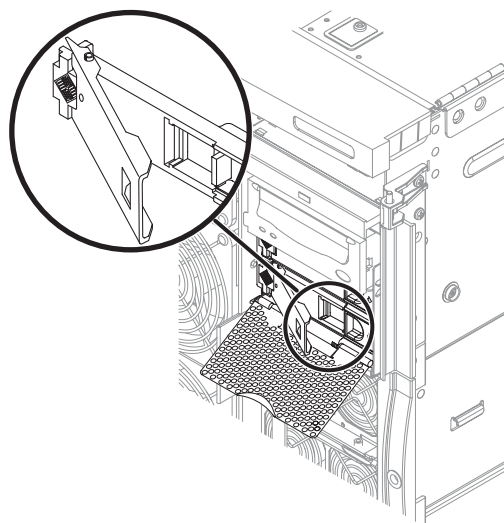

図 6-3 ハードディスクドライブの取り出し
8. ドライブハンドルを引き出して、ドライブをシステムから切り離します (図 6-3)。